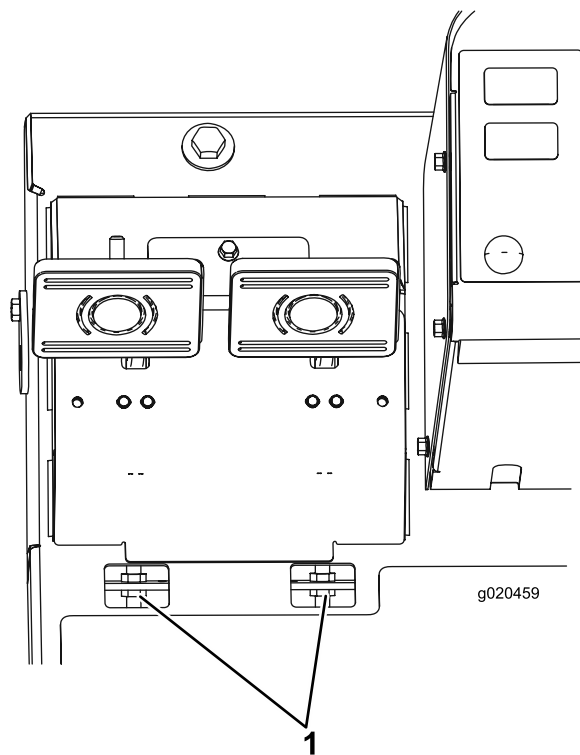

Figura 95
- B. Allentate il dado anteriore sull'estremità filettata del cavo del freno (Figura 95).